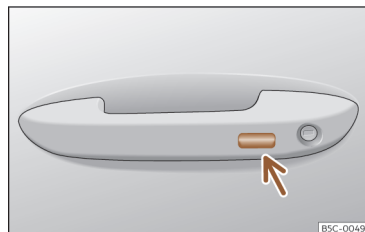

Fig. 87 Manípulo da porta: superfície sensora.
- **OU:** através do sistema Keyless Access (apenas fecho): Mantenha um dedo durante alguns segundos sobre a superfície sensora de bloqueio >>> **Fig. 87** (seta) do manípulo da porta
Mantenha um dedo durante alguns segundos sobre a superfície sensora de bloqueio >>> Fig. 87 (seta) do manípulo da porta para fechar o teto. Se deixar de tocar na superfície sensora, interrompe a função de fecho.